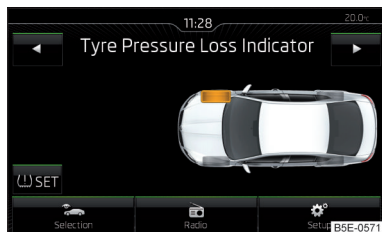

Fig. 172
- Atingeți suprafața de comandă funcții SET » fig. 172.
Când lampa de control luminează în panoul de bord, pe Infotainment se poate afișa anvelopa afectată » fig. 172.